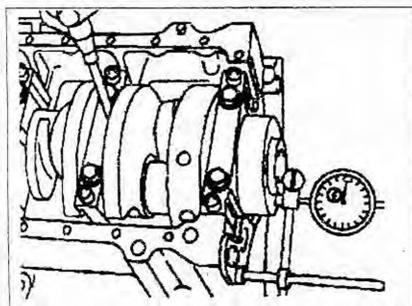

Рис. 2.56. Измерение осевого зазора коленчатого вала с помощью индикатора.
13. Измерьте осевой зазор коленчатого вала и при необходимости отрегулируйте его (рис. 2.56).